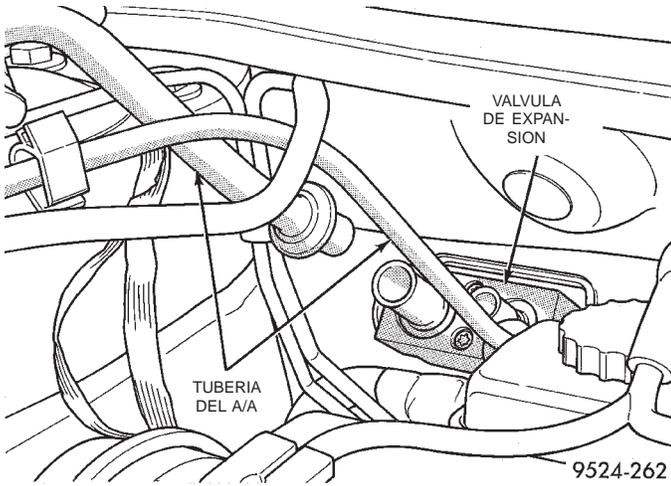

Fig. 48 Tubería en la válvula de expansión
(4) Retire la tubería en la válvula de expansión (Fig. 48).